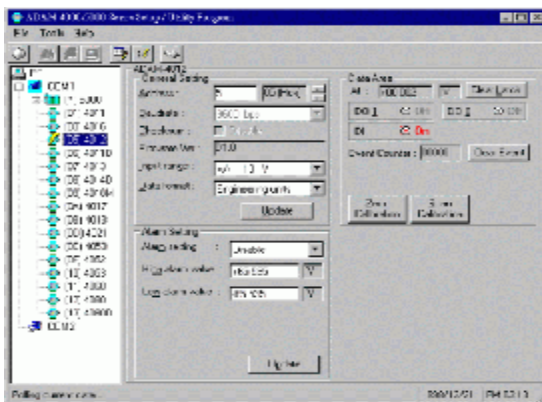

Рисунок 1.7 – Настроювання модуля ADAM-4012
1.20.1 У списку апаратури каналу зв'язку вибрати модуль ADAM-4012. У головному вікні програми ADAM Utility буде відображений поточний стан модуля аналогового уведення (див. рис.1.7).